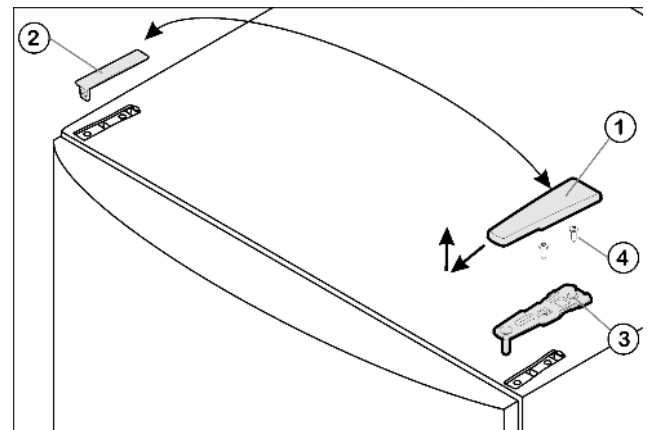

Fig. 5
- ▶ Retire hacia delante y hacia arriba la cubierta Fig. 5 (1).
- ▶ Desmonte la cubierta Fig. 5 (2).
- ▶ Desatornille el soporte de cojinete superior Fig. 5 (3) (2 Torx® 25) Fig. 5 (4) y extráigalo hacia arriba.
- ▶ Inserte el soporte de cojinete superior Fig. 5 (3) en el nuevo lado de la bisagra y en la puerta.
- ▶ Atornille el soporte de cojinete superior (con 4 Nm) para fijarlo (2 Torx® 25) Fig. 5 (4). Dado el caso, grabe los agujeros de tornillo o utilice un destornillador de batería.
- ▶ Coloque y encaje la cubierta Fig. 5 (1) y la cubierta Fig. 5 (2) desde fuera en el lado opuesto, respectivamente.